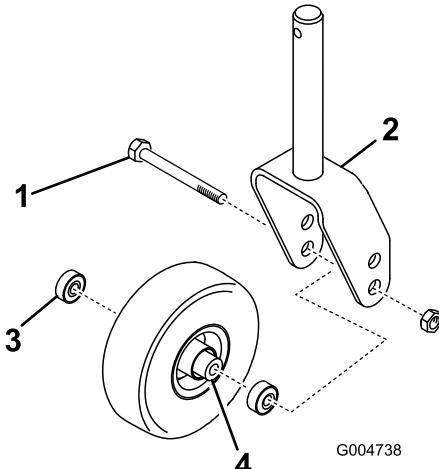

Figura 98
2. Retire el cojinete de la rueda y deje que se caiga el suplemento del cojinete (Figura 98). Retire el cojinete del otro lado de la rueda.
1. Retire la contratuerca del perno que sujetá el ensamble de la rueda giratoria entre la horquilla (Figura 98) o el brazo de pivote. Sujete la rueda giratoria y retire el perno de la horquilla o del brazo de pivote.